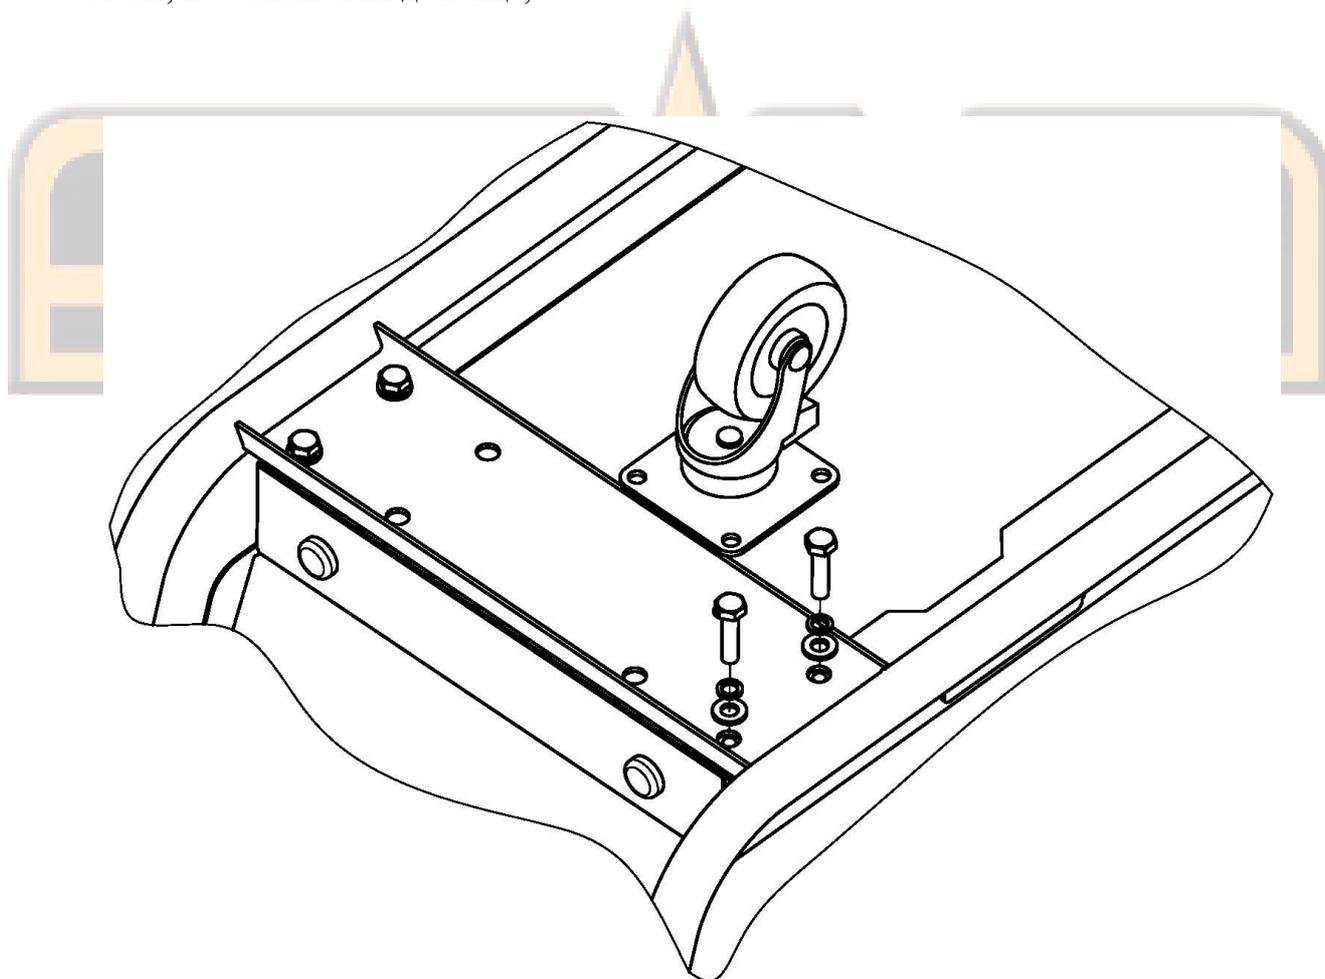

Рис.1.1
- открутите *только с одной стороны* изделия два болта крепления металлической рамы к основанию, как показано на рис.1.1 ниже.